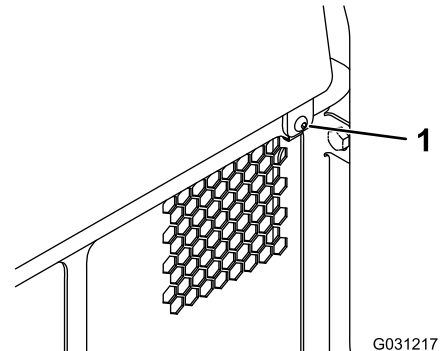

Bild 38
1. Entfernen Sie die Befestigungen (Bild 38).
2. Heben Sie die hintere Abdeckplatte an, um die internen Teile zugänglich zu machen (Bild 38).